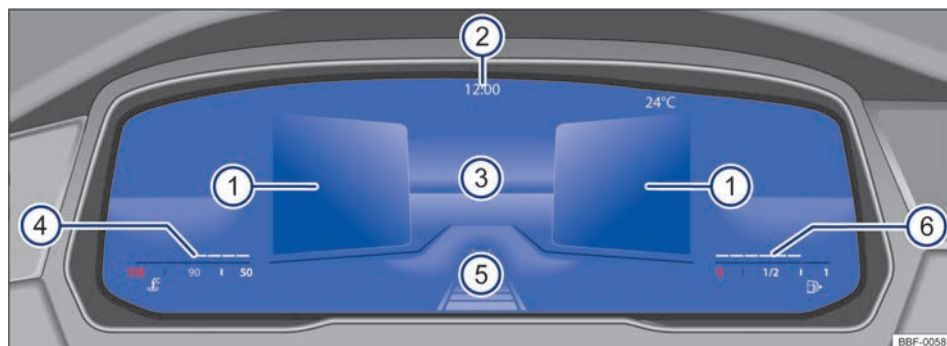

Fig. 10 Active Info Display (variante 2) no painel de instrumentos.
Explicações sobre os instrumentos → Fig. 10:
A exibição principal → Fig. 10 ③ pode ser alterada pressionando o botão **View** no volante multifunções. A representação na área de indicação pode exibir as seguintes vistas:
- **Resumo:** após o encerramento da prontidão para condução: exibição de informações sobre o status do veículo nas áreas ①, por exemplo, posição do hodômetro total.